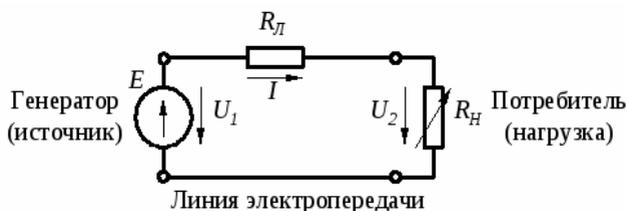

Рис. 4.1. Электрическая схема исследуемой цепи
В работе исследуется модель линии передачи электрической энергии постоянного тока, состоящая из резистора, сопротивление которого равно $R_{\text{Л}}$, и регулируемого источника ЭДС (рис. 4.1). Значения U_1 и $R_{\text{Л}}$ задаются согласно варианту из табл. 4.1. Для установки заданных значений U_1 используется генератор постоянных напряжений, предназначенный для получения стабилизированных напряжений $+15$ В и -15 В. Схема исследуемой цепи собирается с помощью соединительных проводников на наборной панели лабораторного стенда. В качестве нагрузки используется регулируемое сопротивление $R_{\text{Н}}$, представляющее собой миниблок с потенциометром СП4-2М-1 кОм. Последовательно с сопротивлением $R_{\text{Н}}$ подключается мультиметр в режиме измерения постоянного тока.
Линия электропередачи (ЛЭП) – элемент электрической сети, предназначенный для передачи электроэнергии от источника к потребителю (рис. 4.1).
2. Соберите модель линии передачи электрической энергии постоянного тока (рис. 4.1). Последовательно с сопротивлением нагрузки включите мультиметр в режим измерения постоянного тока с диапазоном 200 мА.